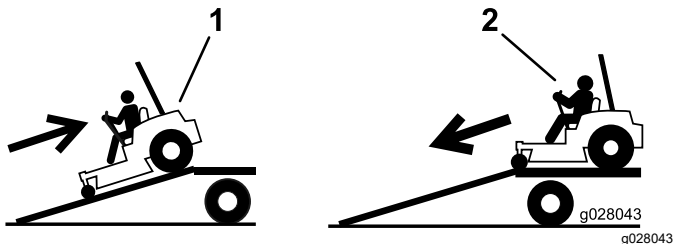

Bild 36
4. Fahren Sie die Maschine rückwärts die Rampe hoch (Bild 36).